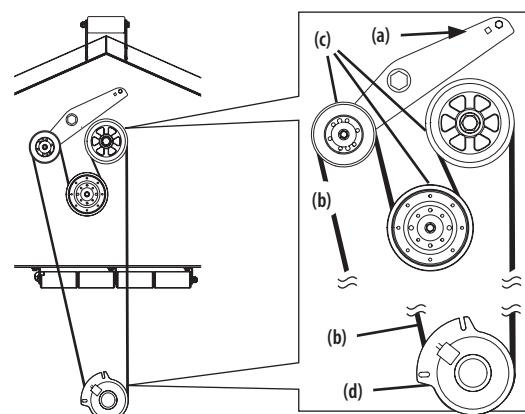

Figura 32
3. Con una unidad de 1/2" (12,7 mm) en el soporte de la polea loca (a), gire la llave hacia el frente de la cortadora y deslice la correa de la PTO (b) fuera de las poleas de la plataforma (c) y del embrague de la PTO (d). Consulte la Figura 32.